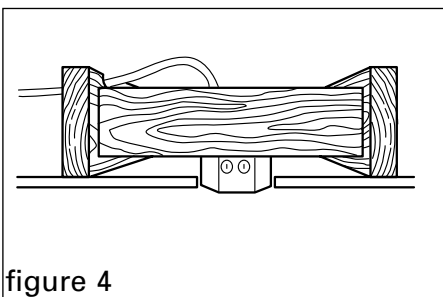

figure 4
2. Mount electrical box to joist using the wood screws provided (figure 4).
2. Installez la boîte électrique à la solive du plafond (figure 4).